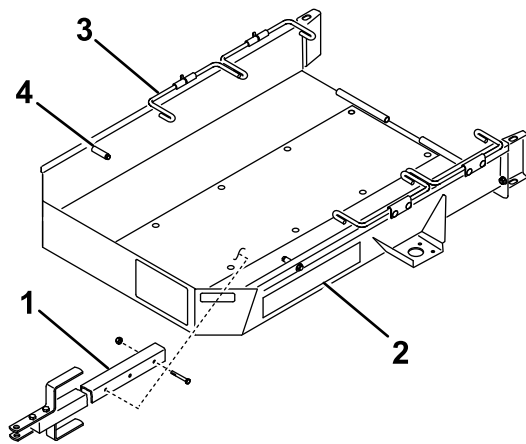

Figure 2
4. Fixez le timon au support sur la face inférieure du plateau de la remorque à l'aide de 2 boulons ( $\frac{3}{8}$ " x 2 $\frac{3}{4}$ " ) et 2 contre-écrous (Figure 2).
4. Réglez la commande d'accélérateur au plus bas, puis conduisez la machine **lentement** sur la remorque jusqu'à ce que les roues de transport rencontrent les butées (Figure 2).
6. Faites pivoter le premier jeu de tiges de roue vers le bas, derrière les roues de transport (Figure 2).